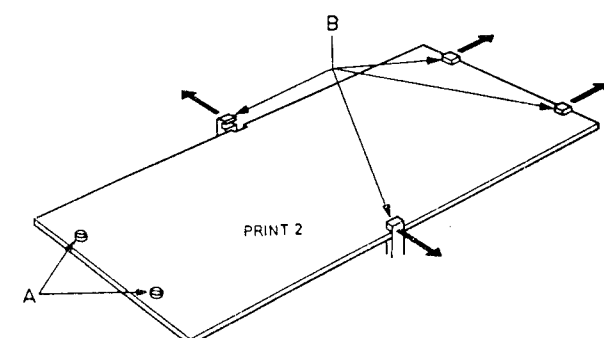

Fig. 4
- Ersetzen der Potentiometer (Abb. 4)